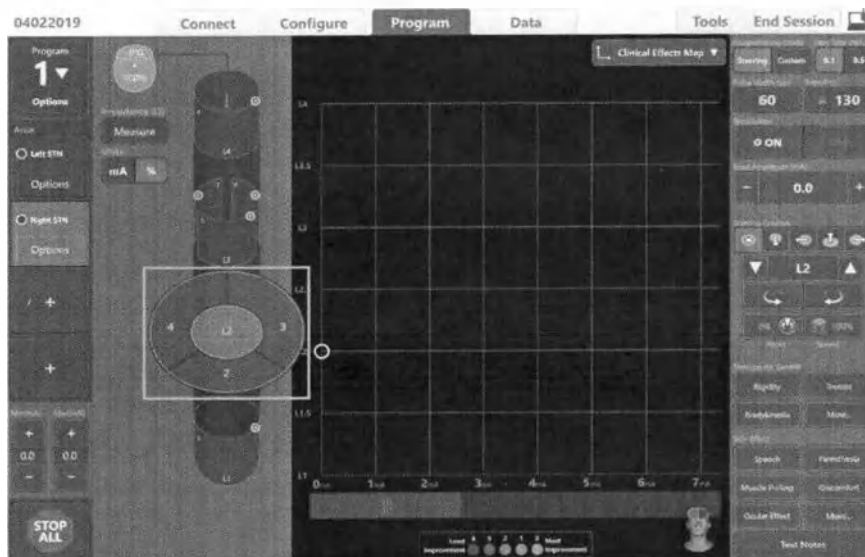

Рисунок 15. Переключатель направленных контактов
2. Выберите контакт, который будет задан как катод. Вы можете создать равномерное течение тока через уровень контактов («режим кольца»), нажав на любое место в пределах этого уровня, а затем нажав центральную кнопку. Чтобы назначить единственный направленный сегмент в качестве катода, нажмите на любое место в пределах этого уровня, а затем соответствующую кнопку (Рисунок 15).